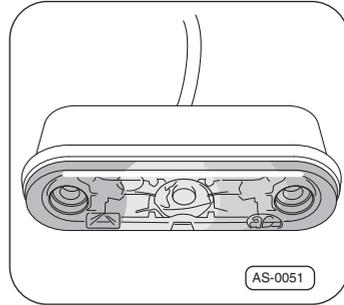

Fig. 11 · Luz de control
1. Montar la luz de control ⇒Fig. 11 en una zona visible por el conductor cuando mire a través del retrovisor.